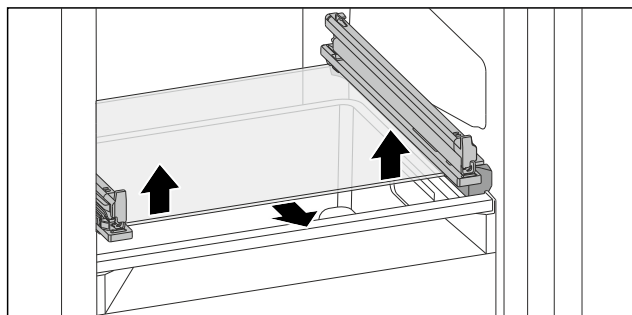

Fig. 120 Steklina plošča nagibnega predala
- ▶ Steklo ploščo na obeh straneh potisnite od spodaj navzgor. (glejte Fig. 120)